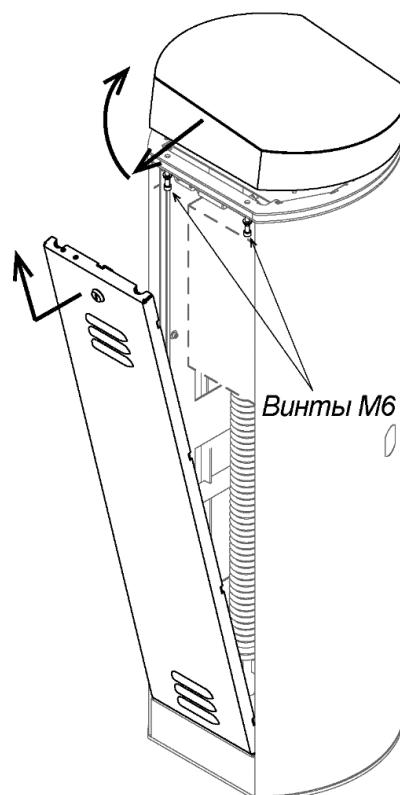

Рисунок 11. Порядок снятия верхней крышки шлагбаума
1. Снимите дверцу, предварительно повернув ключ замка, и открутите два винта M6, которые находятся снизу на верхней грани проема дверцы. Аккуратно, чтобы не повредить установленную внутри плату управления, снимите крышку, сдвинув ее за передний край на себя и затем подняв его вверх (см. рис. 11).
2. На приводе стрелы переведите рычаг (13) в нижнее положение. Для этого шлицевой отверткой вращайте винт (или ручку, в зависимости от модификации привода) разблокировки привода (21) против часовой стрелки до упора.
3. Если ранее были установлены балансировочные пружины (8), то их необходимо снять (см. разд. 8.5.6).
4. Демонтируйте рычажно-шатунную группу – детали (12) и (13), для чего открутите два болта (14) с внутренним шестигранником S10 и снимите стопорное кольцо (15). Детали плотно насажены на оси, при снятии покачивайте их из стороны в сторону, при необходимости используйте большие отвертки в качестве рычагов.
5. Снимите стопорное кольцо (16) и разъедините детали – шатун (12) и рычаг (13). Замените рычаг (13) на другой из комплекта поставки (рычаг с маркировкой 18B-B соответствует правосторонней установке стрелы, рычаг с маркировкой 18B-A – левосторонней). Установите шатун на новый рычаг и зафиксируйте обе детали стопорным кольцом (16).
6. Открутите четыре винта (18) с внутренним шестигранником S6 и переставьте упор (17) зеркально относительно вертикальной оси привода, на рисунке – место (19). Перед установкой упора на новое место проверните вал редуктора с упорной лапкой (20) при помощи винта (ручки) разблокировки привода (21). При необходимости зафиксируйте упор на новом месте винтами (18).
7. Установите на место рычажно-шатунную группу и закрепите ее болтами (14) на валу кронштейна стрелы и стопорным кольцом (15) на шарнире лапки (20).
Для разблокировки стрелы откройте дверцу шлагбаума и шлицевой отверткой вращайте винт (ручку) разблокировки привода (21) (см. рис. 11) влево или вправо до тех пор, пока нижний шарнир шатуна (12) не выйдет из крайнего положения и стрела не станет поддаваться ручному воздействию вверх или вниз.